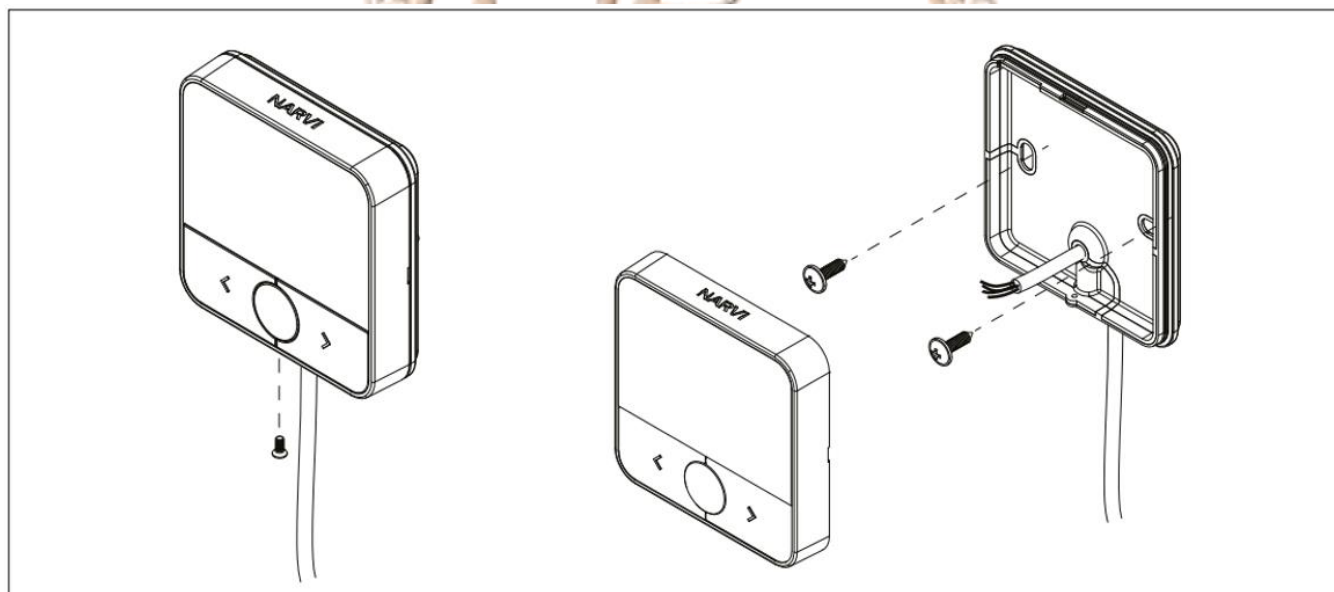

Рисунок 6.5-1. Встановлення контролера
- Задня панель контролера кріпиться до дерев'яної поверхні стіни за допомогою гвинтів, що додаються до контролера (2 шт. Ø 4,2 x 13). Гвинт вкручується через овальну м'яку частину (рис. 6.5-1). Гвинти не можна перетягувати, інакше контролер Пластик не буде пошкоджено. Під час кріплення до інших поверхневих матеріалів або коробки, кріпильні матеріали вибираються відповідно до матеріалу поверхні та способу кріплення.